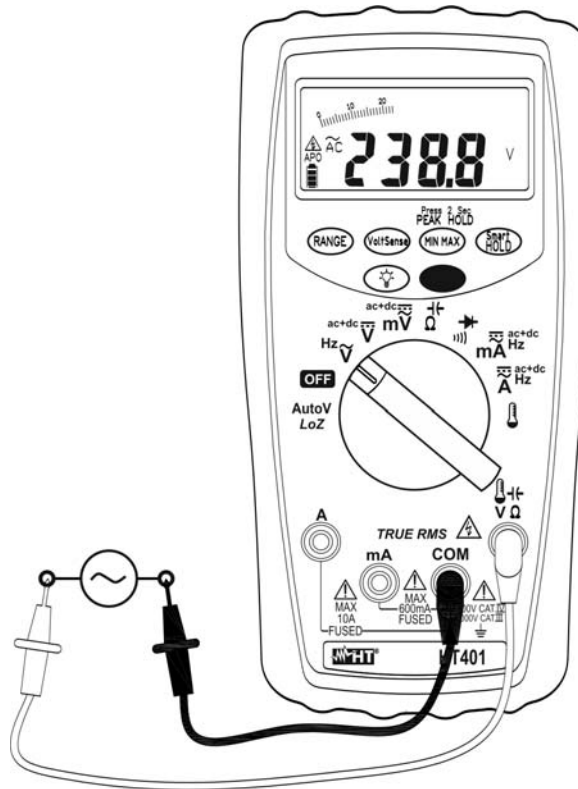

Fig. 3: Uso dello strumento per misura di Tensione AC
4. Inserire il cavo rosso nel terminale di ingresso $\tilde{V}\Omega$ e il cavo nero nel terminale di ingresso **COM** (vedere la Fig. 3).